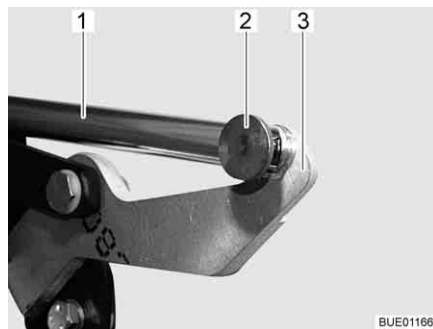

Fig. 82 Entraînement
- Retirer la jonction (par ex. goupille et broche) (Fig. 82,2) entre la tige de poussée (Fig. 82,1) et le levier (Fig. 82,3).